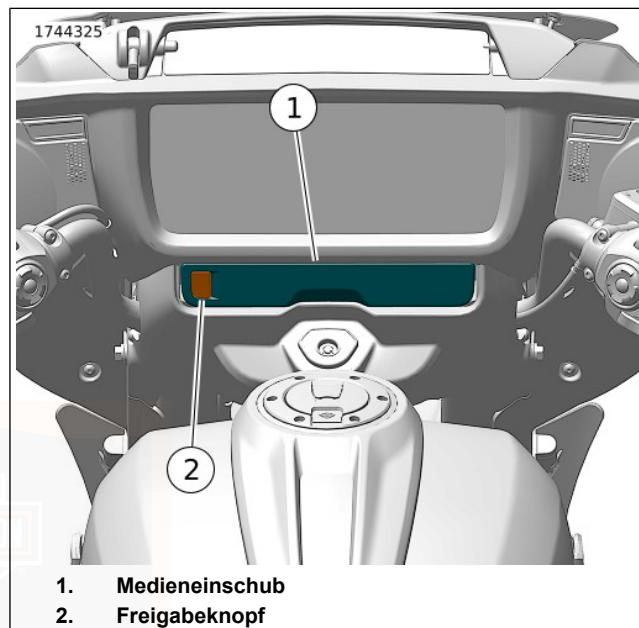

Abbildung 63. Medienfach
Siehe Abbildung 63. Das Medienfach ist ein Behälter in der Instrumententafel, das genutzt werden kann, um ein Mediengerät anzuschließen oder kleine Artikel zu verstauen. Medienabspielgeräte und USB-Speichermedien mit Mediendateien können mit dem Universal Serial Bus Typ C (USB-C) -Anschluss verbunden werden. Aktualisierungen des IFCU-Systems werden auch über ein USB-C -Speichermedium durchgeführt.
Öffnen Siehe Abbildung 63 . Die Entriegelungstaste (2) drücken, um das Medienfach (1) zu öffnen.